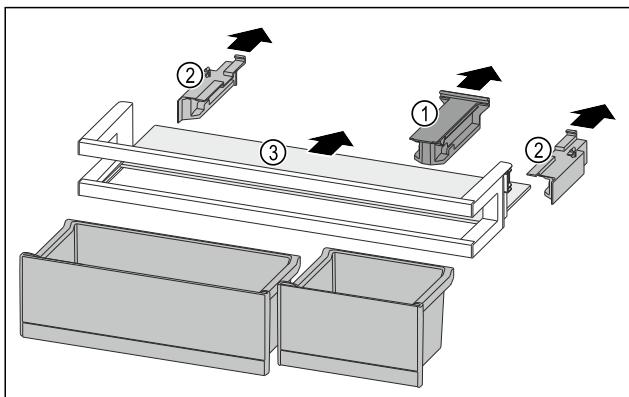

Fig. 195
- Halteteil Fig. 195 (1) abziehen.
- Seitenteile Fig. 195 (2) abziehen.
- Abstellfläche Fig. 195 (3) entnehmen.